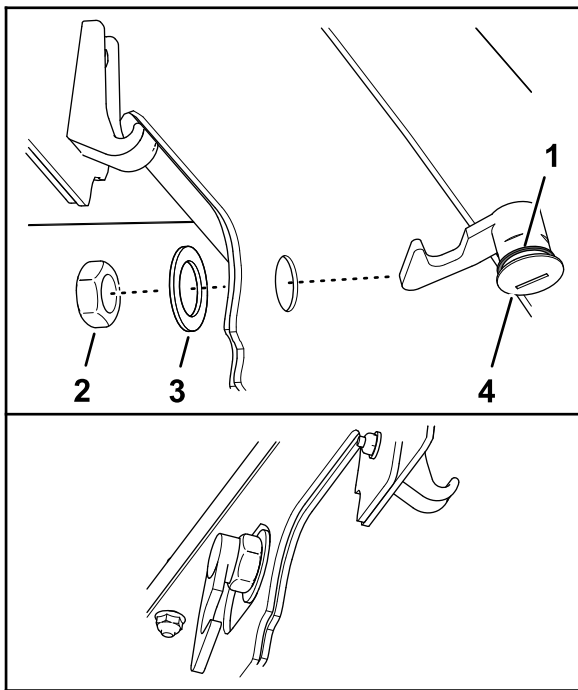

Bild 36
3. Vergewissern Sie sich, dass die Dichtung im Motorhaubenriegel montiert ist (Bild 36).